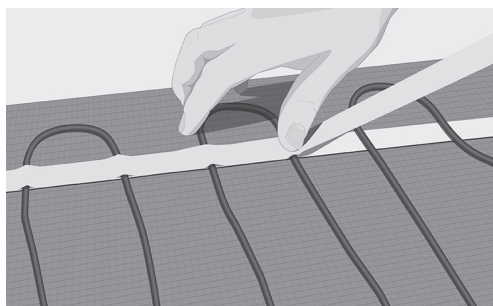

Fig. 8. Fäst kabeln med maskeringstejp
- ordentligt på kabeln för att förebygga att det bildas lufthåligheter under appliceringen av täckmaterialet (Fig. 8).